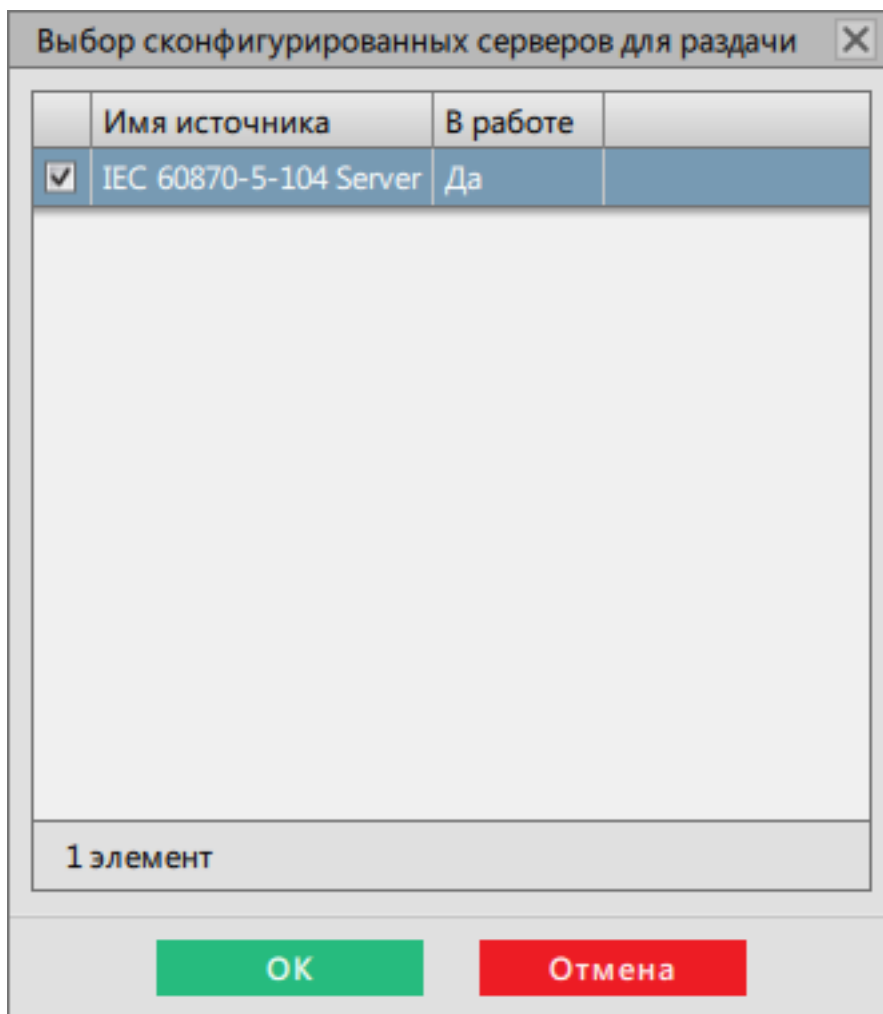

Рисунок 197 - Выбор сконфигурированных серверов для раздачи
15. Выберите сконфигурированный сервер для раздачи из п.3 и нажмите **ОК** (Рисунок 197).